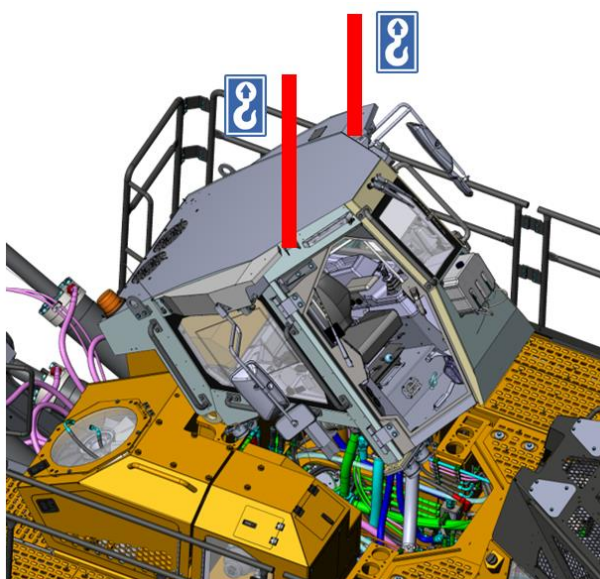

Рисунок 5.32. Подъем кабины за передние проушины
- ▶ Установить рым-болты на крыше кабины спереди. За проушины рым-болтов закрепить стропы, см. рис. 5.32.
- ▶ Используя грузоподъемное оборудования поднять кабину за передние опоры, см. рис. 5.32.